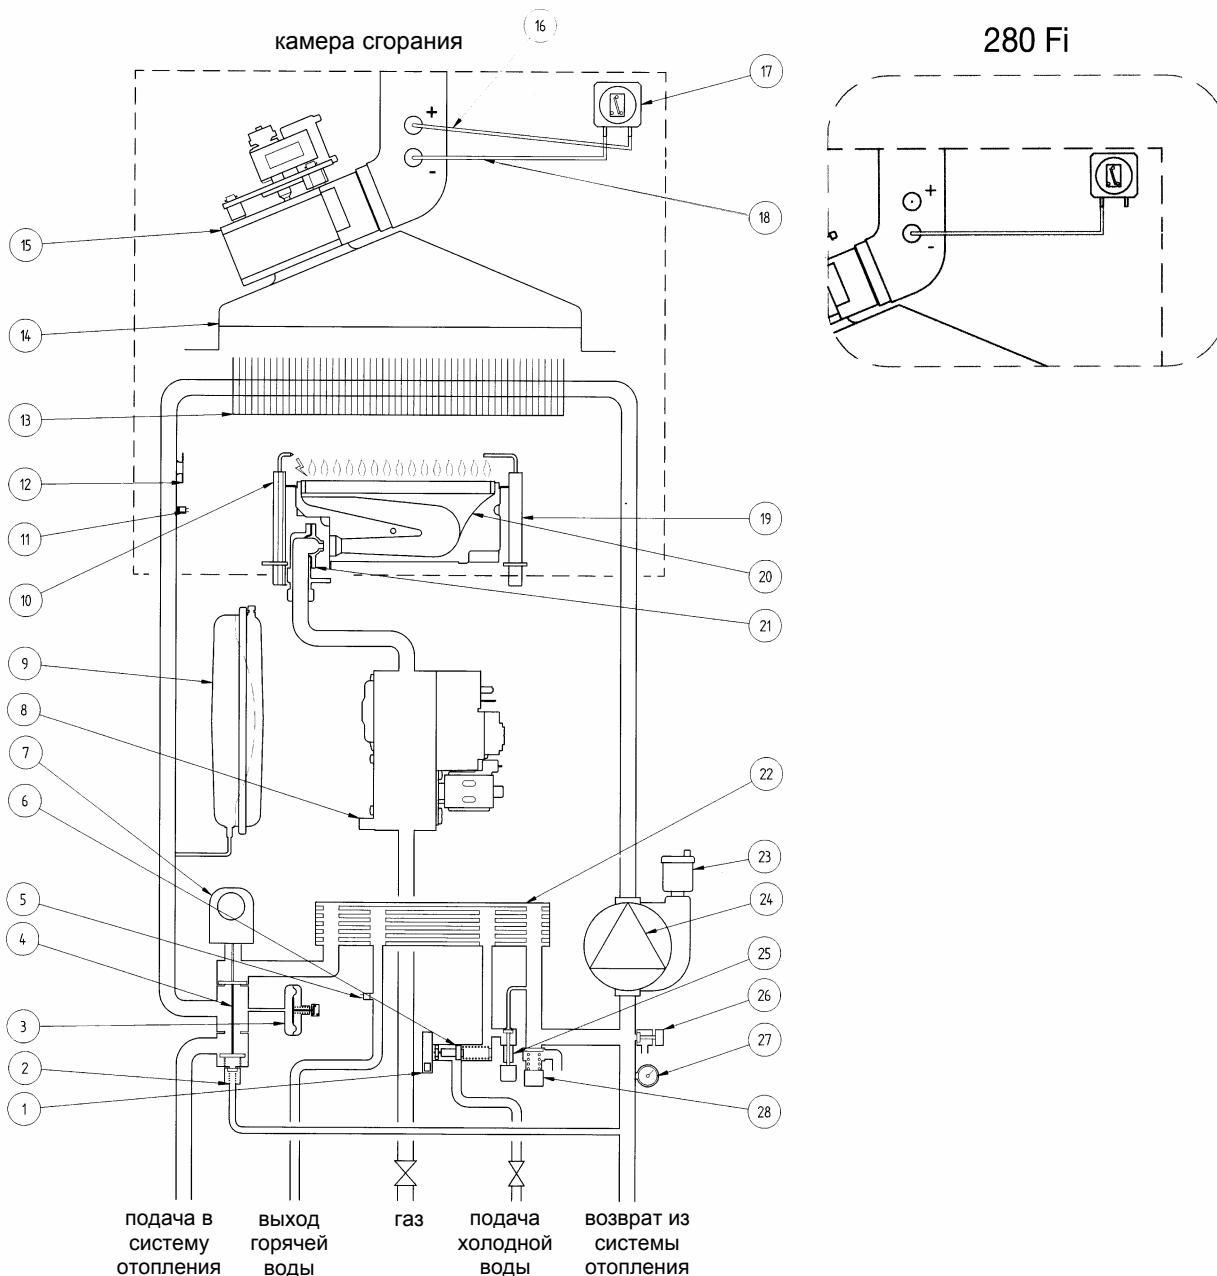

Рис.20
- Термостат перегрева** - благодаря датчику (позиция 12 Рис.20 – позиция 11 Рис.21), установленному на выходной трубе первичного теплообменника, в случае перегрева воды первичного контура прекращается подача газа в горелку. При этом котел останавливается. После устранения причины, вызвавшей блокировку, возможно повторное включение. Для этого необходимо перевести переключатель режимов (Рис.2) в позицию (R) как минимум на 2 сек.
Электрод для определения наличия пламени (позиция 19 Рис.20 – позиция 15 Рис.21), расположенный с правой части горелки, гарантирует безопасность работы и блокирует котел при нарушении подачи газа или неполном горении основной горелки.
- **Водянной сбросной клапан системы отопления** (позиция 28 Рис.20 - позиция 25 Рис.21) - настроен на давление 3 бар и установлен в системе отопления.